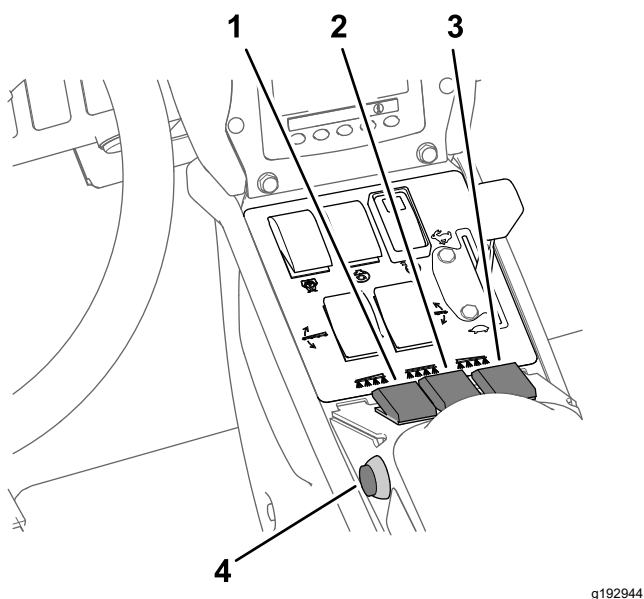

Figure 39
- Placez le(s) interrupteur(s) de section en position ACTIVÉE (Figure 39).
- Conduisez à la vitesse voulue, puis réglez la commande générale des sections en position MARCHÉ pour commencer la pulvérisation (Figure 39).
3. Placez la commande générale des sections en position ARRÊT; voir Figure 39 sous Pulvérisation en mode débit d'application \(page 38\).
7. Placez les interrupteurs des sections individuelles en position ACTIVÉE; voir Figure 39 sous Pulvérisation en mode débit d'application \(page 38\).
9. Conduisez à la vitesse voulue puis réglez la commande générale en position MARCHE pour commencer la pulvérisation; voir Figure 39 sous Pulvérisation en mode débit d'application \(page 38\).